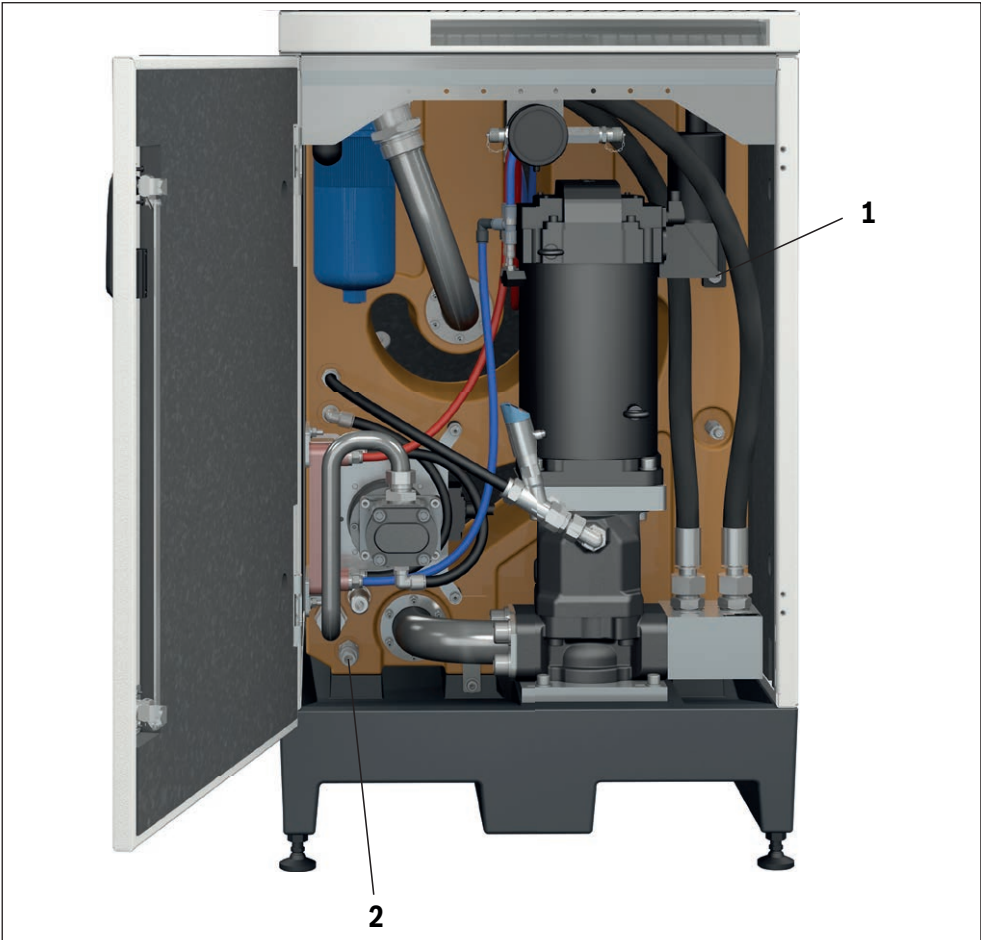

图 21: 注油选项
CytroBox 的可选油箱容积为 100 至 130 升，可通过油量指示器（请参阅图 21 位置 1）进行检查。
- ▶ 打开底部的前门，将注油设备连接到 CEJN567-G1/2-020-105676200 型快速接头 (请参阅图 21 位置 2)。